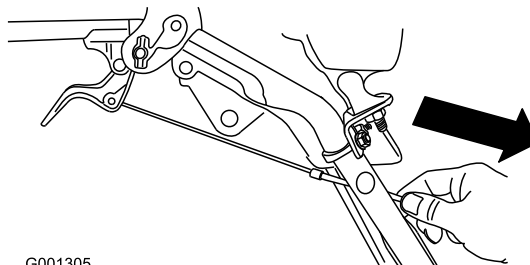

Figura 9
4. Tirate la guaina del cavo delicatamente verso il basso fino a quando la leva della frizione ruote non è abbassata ed è stato rimosso l'allentamento del cavo, poi serrate saldamente il dado del serrafilo (Figura 9).